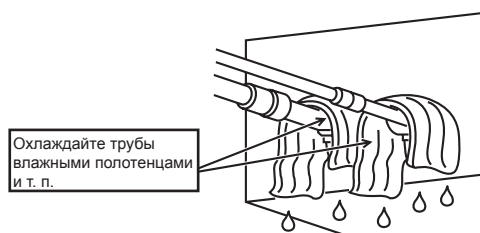

Fig. 7-1
- Прежде чем приступить к спайке труб хладагента, следует обязательно обернуть влажными полотенцами трубы на основном корпусе и теплоизоляционные трубы, чтобы избежать термической усадки и пережога теплоизоляционных труб. Соблюдайте осторожность, чтобы не допустить контакта пламени с основным корпусом. (Fig. 7-1)